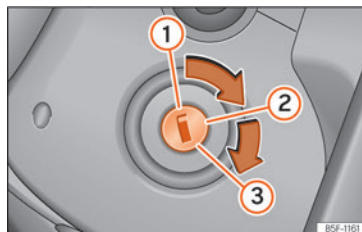

Fig. 130 Tændingsnøglen positioner
Bilnøglen positioner » **Fig. 130**
- 3 Hvis kontrollampen  lyser grønt, skal du træde på bremsepedalen. Etabler kørselsparatheden. Når kørselsparatheden er etableret, skal du slippe bilnøglen. Når bilnøglen slippes, springer den tilbage til position » **Fig. 130 2.**